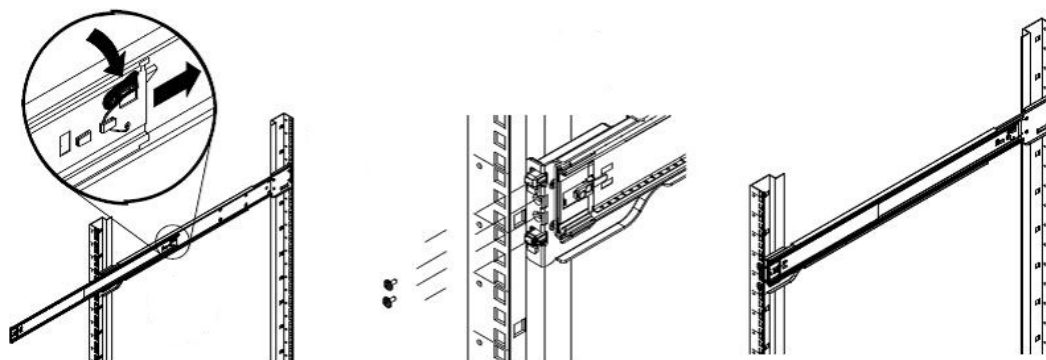

Рисунок 7 – Установка внешних направляющих
– установка внешних направляющих (рисунок 7):